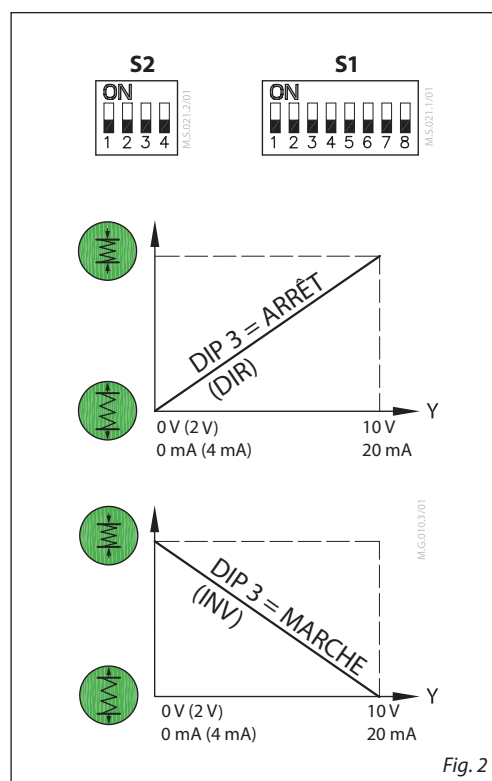

Fig. 2
**Sélecteur d'action directe ou inverse (Fig. 2) :**